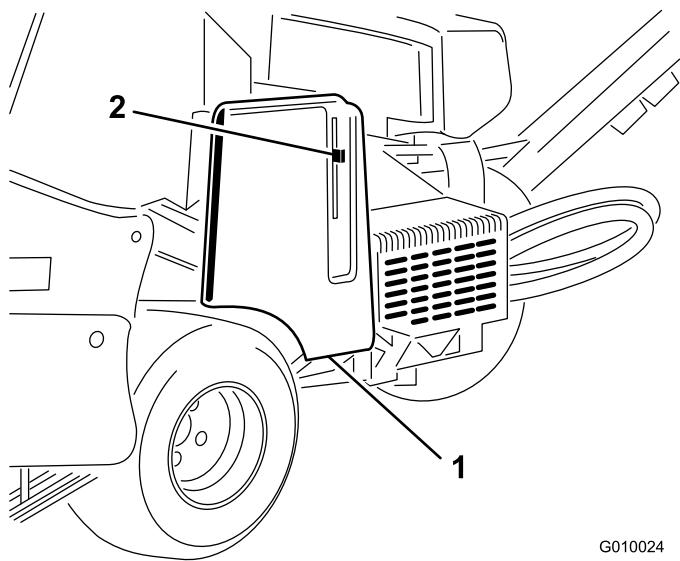
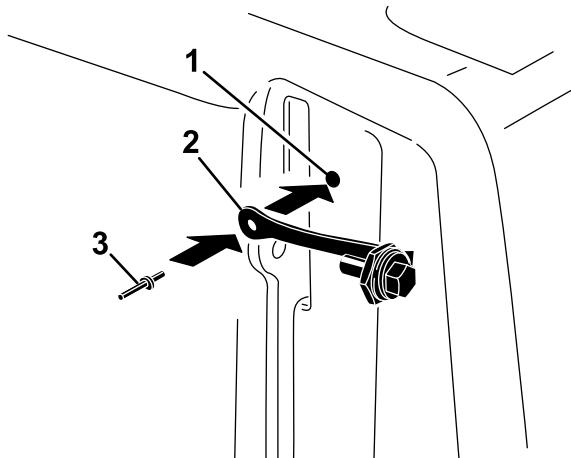

図 9
図 10
1. ラッチ・カバーの隣にあるベルト・カバーの穴を探す (図 9 および 図 10)。
2. ベルト・カバーの穴を使って、ポップ・リベットのついたストラップを取り付ける(図 10)。